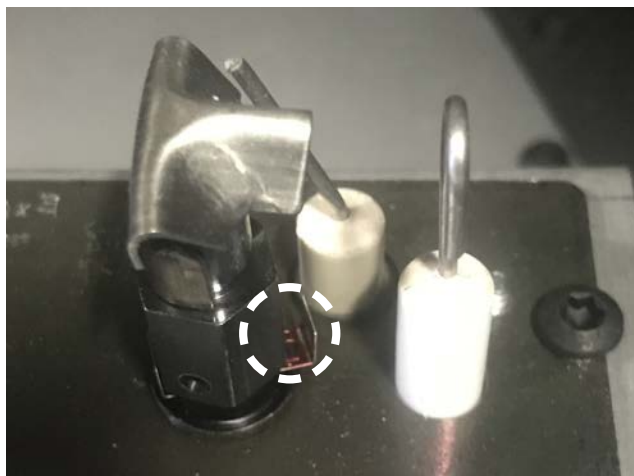

Figure 31: Curseur de Pilote
**Option de charpente 1: Décharge à l'avant (installations à paroi affleurante) -** Construire la charpente de manière à laisser un espace minimal de 48 po (1219 mm) sur 3 po (76 mm) au sommet du mur opposé. Il est essentiel que ces dimensions soient respectées et ne pas s'en écarter lors de l'utilisation de matériaux combustibles à l'intérieur du châssis (voir Figure 31).